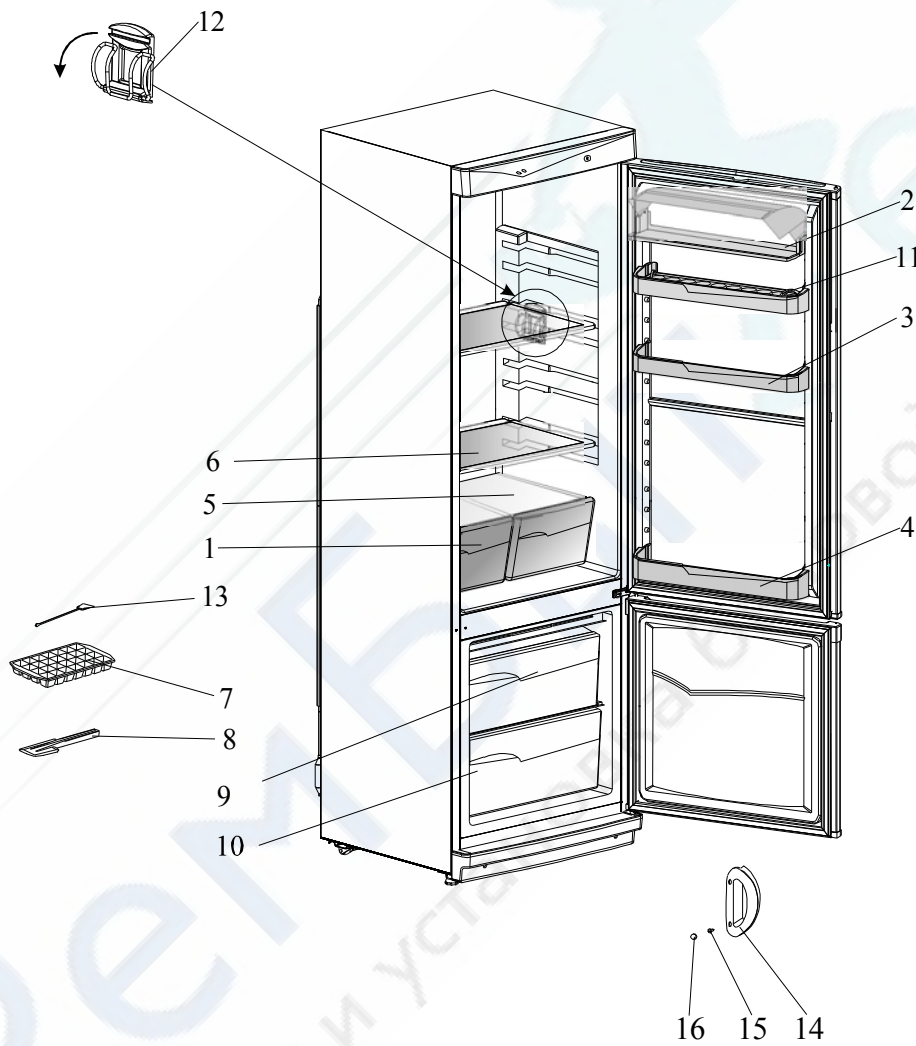

Рис.1 Расположение съемных деталей холодильника
- 6.7. Установите комплектующие изделия в холодильник согласно рис.1.